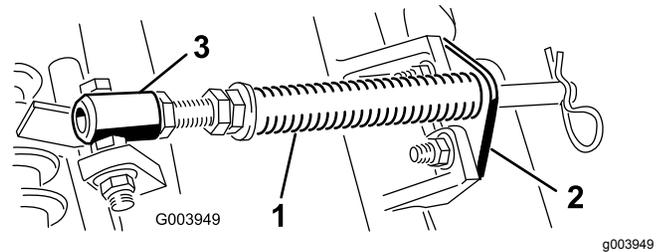

Рисунок 5
- Удалите два каретных болта и две гайки, которые крепят кронштейн штока к выступам режущего блока (**Рисунок 5**).
- Выверните фланцевую гайку крепления болта трубки пружины к выступу несущей рамы (**Рисунок 5**). Снимите этот узел.